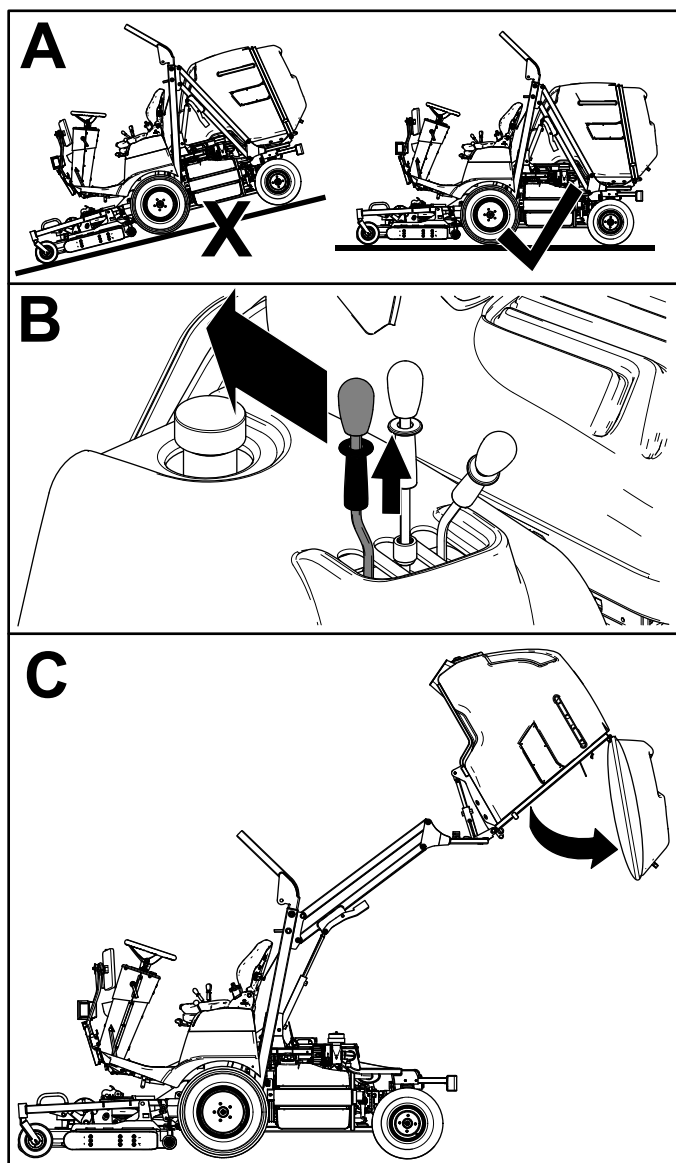

Figura 25
2. Tirate verso l'alto il collare di bloccaggio sulla leva di scarico della tramoggia e spostate indietro la leva per scaricare lo sfalcio dalla tramoggia (Figura 25).